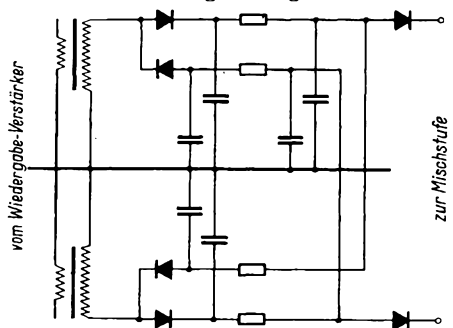

Bild 6. Differenzbildender Gleichrichter hinter dem Wiedergabeverstärker
**C) Wiedergabeverstärker:** Die zeitlich zusammenfallenden positiven und negativen Impulse müssen sich gegenseitig auslöschen. Infolgedessen enthält der Wiedergabeverstärker im Ausgang einen differenzbildenden Gleichrichter (Bild 6), der nur die Differenz der Impulse beider Speicherkanäle liefert. Zwei Dioden sorgen dafür, daß nur positive Spannungen an die positive bzw. negative Misch-/Aufprechtstufe (Rückkopplung) und als Zusatzspannung an die Mischstufen vor den Leistungsverstärkern des Ferraris-Steuermotors B gelangen.